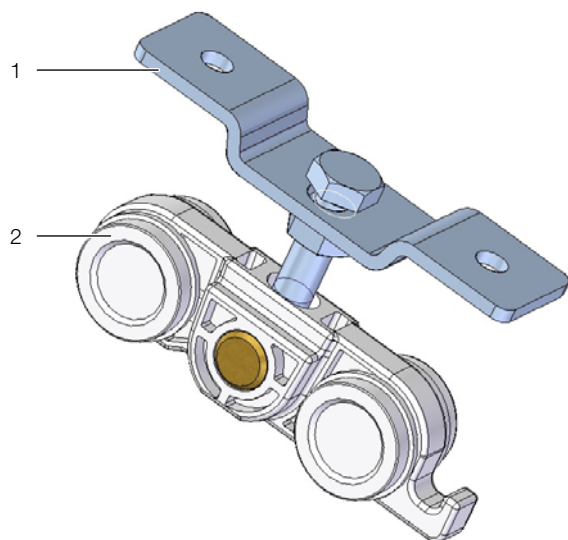

Abb. 20: Vormontage Flansch mit Rollapparat
Auf der oberen Seite beider Türen werden 72 mm vom jeweiligen Außenrand der Tür entfernt zwei Flansche montiert, an denen vorher die Rollapparate befestigt werden (Abb. 20).
- Die Schraube, wie in Abb. 20 dargestellt, durch den Flansch stecken, Kontermutter wieder aufschrauben und die Schraube wieder in den Rollapparat drehen. Hierüber können die Türen später parallel zum Boden bzw. zur Laufschiene ausgerichtet werden.